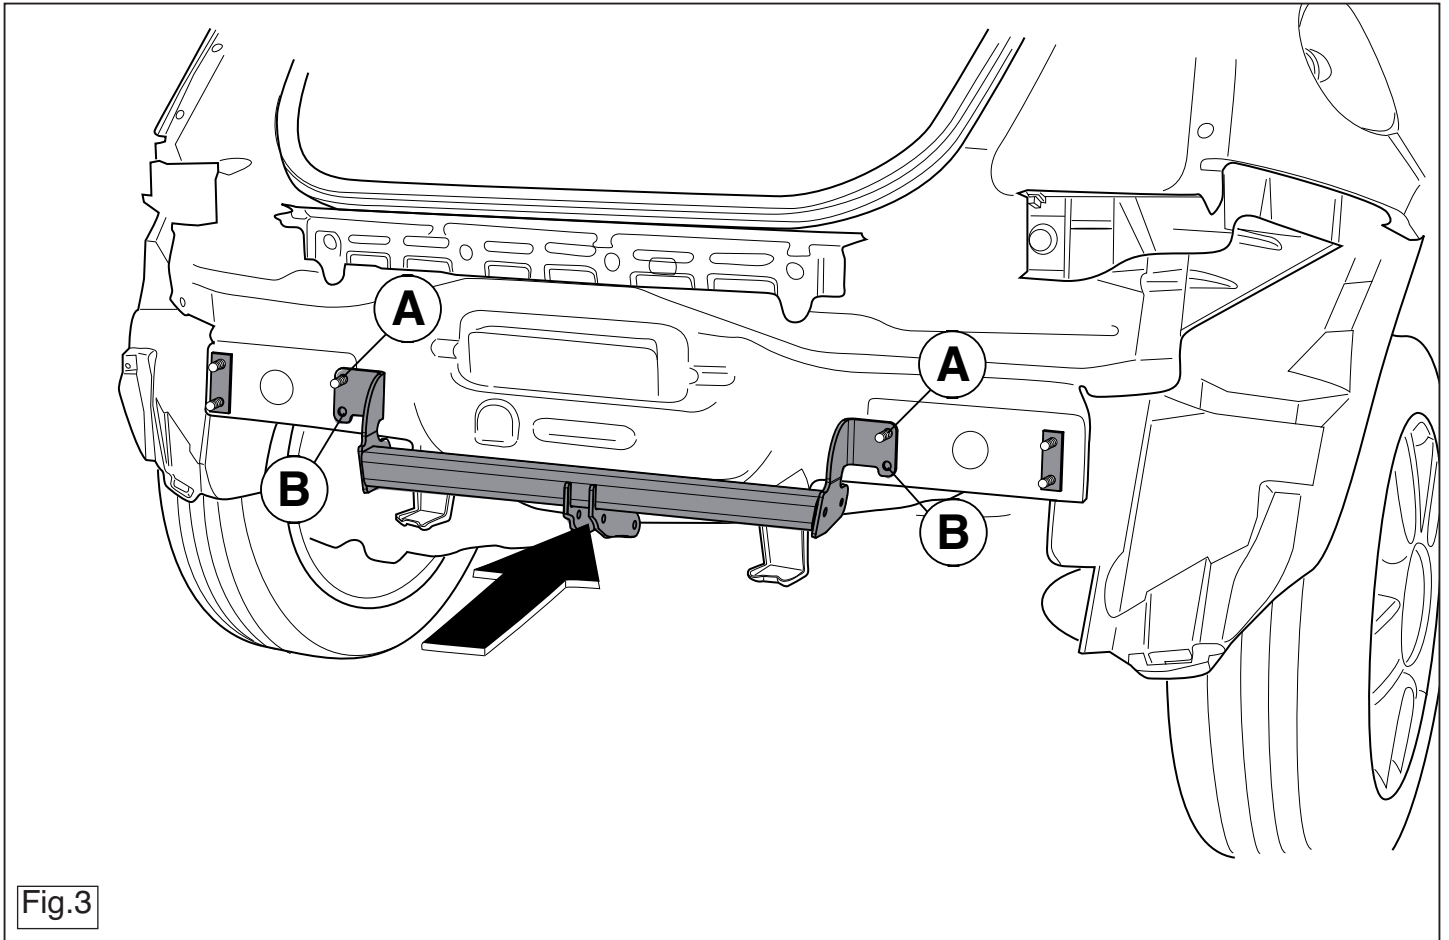

Fig.3
4. Установить поперечный брус в точках А и В, вместе с наполняющими пластинами. (См. рисунок 3).